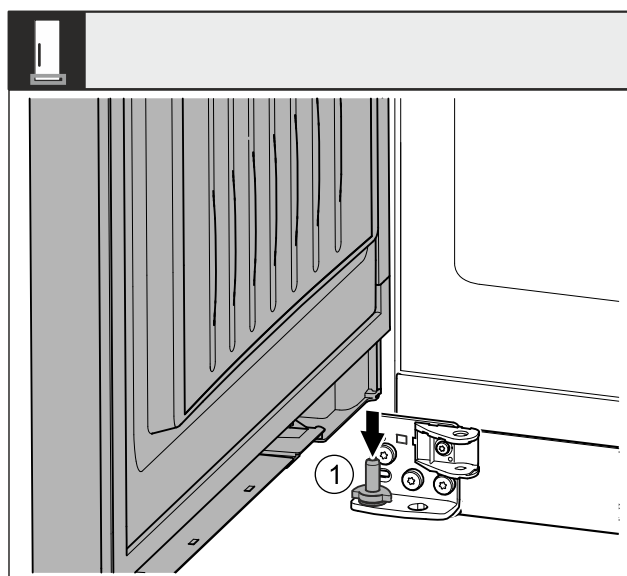

Fig. 42
- Vrata od zgoraj nasadite na spodnji ležajni sornik Fig. 42 (1).